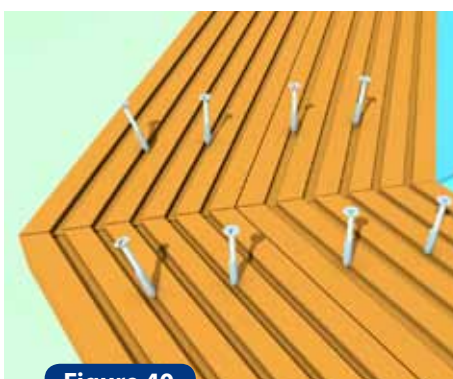

Figure 40
- De façon à obtenir une fixation ferme et durable dans les renforts, un pré perçage Ø 4 mm sur les margelles est nécessaire. Pour l'assemblage, utilisez les vis inox Ø 4 x 60 mm que vous visserez de biais (pour les 2 vis extérieures), en fond de rainure (figure 40).